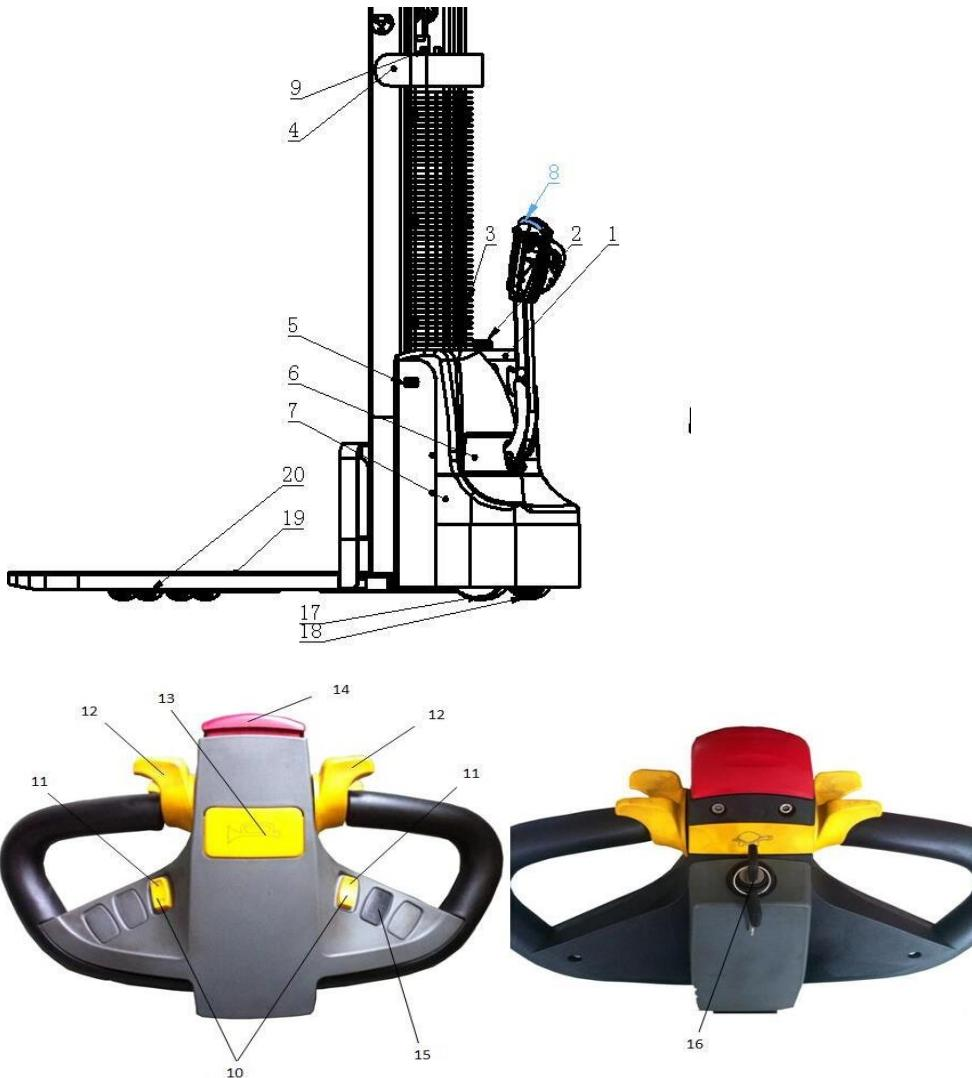

Рис.1: Обзор основных частей и управляющих кнопок (2)
4. Работать без защитной решетки (Рис. 1, п. 3 / защитный экран).